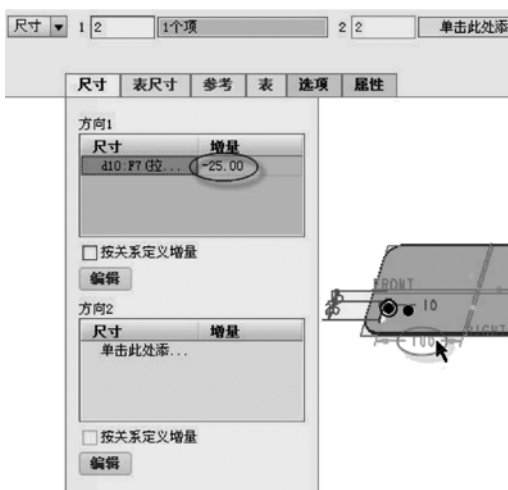

图 5-25 设置第一方向的尺寸增量
❷ 在模型中选择拉伸切口特征（“拉伸 2”特征）。
❸ 在功能区的“模型”选项卡的“编辑”面板中单击“阵列”按钮，打开“阵列”选项卡。此时，在图形窗口中显示选定特征的尺寸。
❹ 默认的阵列类型为“尺寸”，此时可以打开“阵列”选项卡的“尺寸”面板，看到“方向 1”收集器被激活，在第一方向上选择数值为“100”的尺寸，设置其增量为“-25”，如图 5-25 所示。